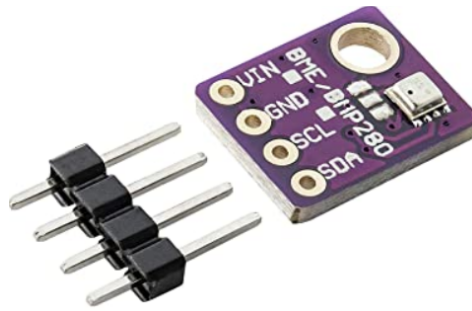

Figura 2.8.- Sensor de temperatura, humedad y presión BME280 de AZ Delivery
Para conseguir los valores de temperatura, humedad y presión se ha usado el sensor BME280 (Figura 2.8), un sensor I2C que funciona a 3.3V y devuelve valores de temperatura en grados centígrados ($^{\circ}\text{C}$), de humedad relativa (HR) en tanto por